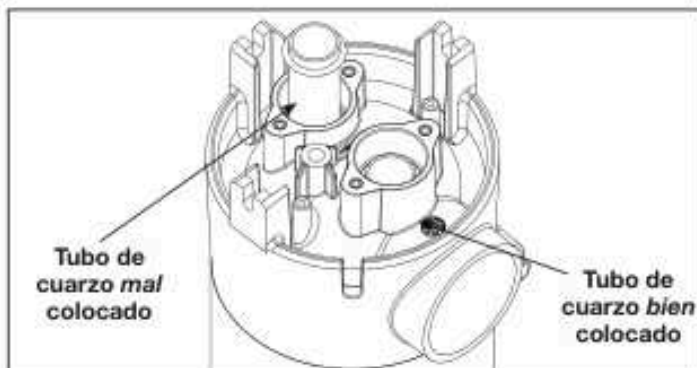

Figura 8. Instalación del tubo de cuarzo UV
1. Sujete el tubo de cuarzo en posición vertical e insértelo en el reactor UV hasta que llegue al fondo. Consulte la Figura 8.
3. Coloque el retenedor de la lámpara sobre el tubo de cuarzo. Conecte el retenedor de la lámpara al reactor UV con la llave hexagonal suministrada en la bolsa de piezas y los tornillos y arandelas correspondientes. Apriete los tornillos del retenedor de la lámpara 15 in-lb (1,7 Nm). Asegúrese de que las bridas del retenedor de la lámpara estén completamente insertadas en el reactor UV. Consulte la Figura 8.